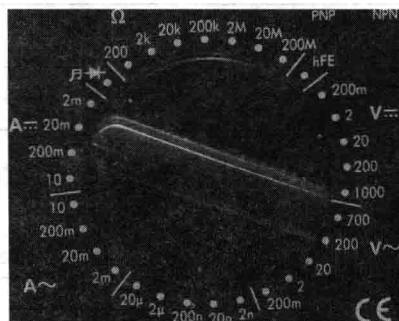

图 1-15 直流电流档位
1) 测量直流电流时,红表笔置于“A”插孔,拨盘开关选择直流电压档位,如图 1-15 所示。直流电压测试量程共分为四个档位,即 2mA、20mA、200mA 和 10A。其中,测量 10A 档位要配合表笔在最左侧“10A”红插孔一起使用。在无法预测电流值时,可先选择最大量程,后根据测试情况调整量程进行准确测试。